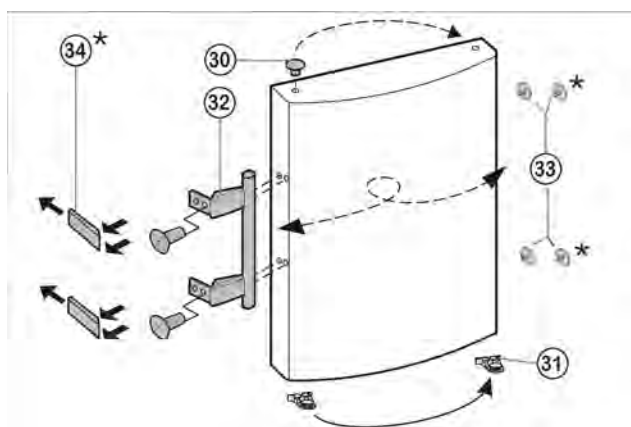

Fig. 7
- Zátky Fig. 7 (33) vyjměte z pouzdra ložisek dveří a přemístěte je.
- Madlo dveří Fig. 7 (32), zátky Fig. 7 (33) a krycí destičky* Fig. 7 (34) odmontujte a přemontujte na protější stranu.